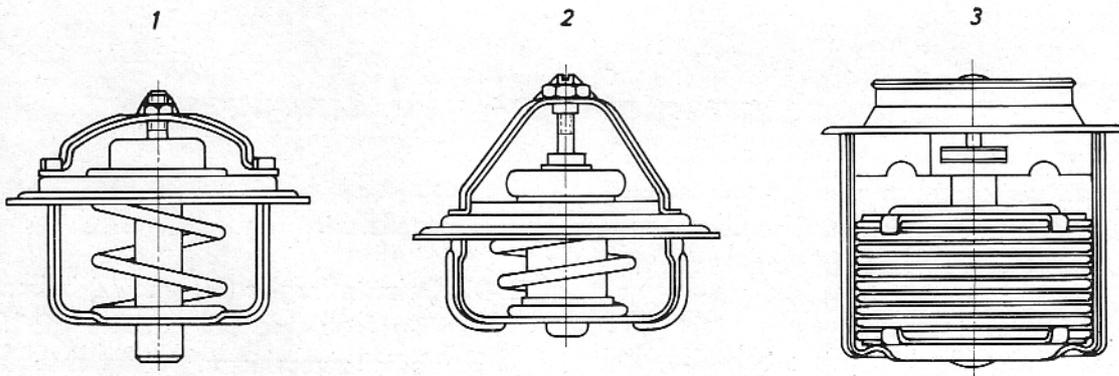

Bild 3 - Produktionsseitig verwendete Temperaturregler
Produktionsseitig kommen wahlweise drei verschiedene Temperaturregler (Bild 3) zum Einbau. Davon arbeiten zwei (3/1 und /2) nach dem Dehnstoffprinzip und einer (3/3) nach dem Wellrohrprinzip. Die Wirkungsweise des Wellrohrreglers (Balgregler, siehe Technisches Grundbuch „Motor und Kupplung, Kühlung“) als bekannt voraussetzend, wird nachstehend nur die des Dehnstoffreglers erläutert.
1. Produktionsseitig kommen wahlweise drei verschiedene Temperaturregler (Bild 3) zum Einbau. Davon arbeiten zwei (3/1 und /2) nach dem Dehnstoffprinzip und einer (3/3) nach dem Wellrohrprinzip. Für Kunden-